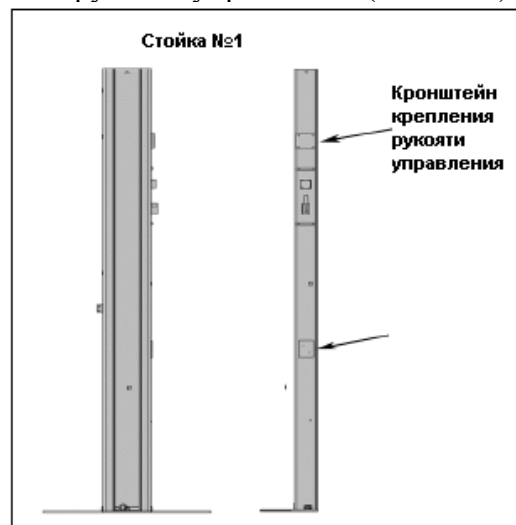

Рис. 4.2
2. Перед сборкой определить Стойку №1 и Стойку №2. Стойка №1 – стойка с кронштейном для агрегата и с кронштейном для рукояти управления. ( Рис. 4.2 )